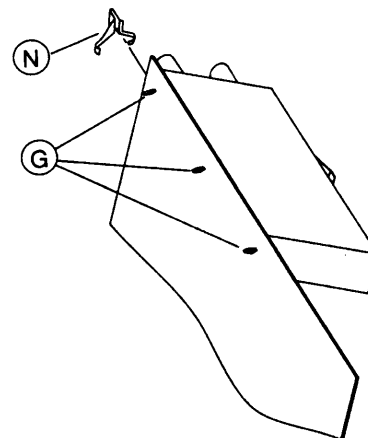

Fig. 5
- Vor dem Austausch der Chassisplatte Massefeder (N) (Fig. 5) entfernen und diese unbedingt am Austauschbaustein anbringen.
- Befestigungslaschen (G) lösen und Tuner/Modulator-Einheit auslösen (Fig. 5).
- Before replacing the chassis board, remove the chassis spring (N) (Fig. 5) and ensure that it is fitted to the replacement module.
- Loosen the mounting hooks (G) and unsolder the Tuner/Modulator unit (Fig. 5).